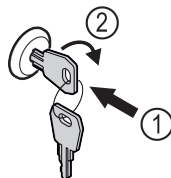

Fig. 191
- ▶ Włożyć kluczyk. Fig. 191 (1)
- ▶ Przekręcić kluczyk o 90° w prawo. Fig. 191 (2)